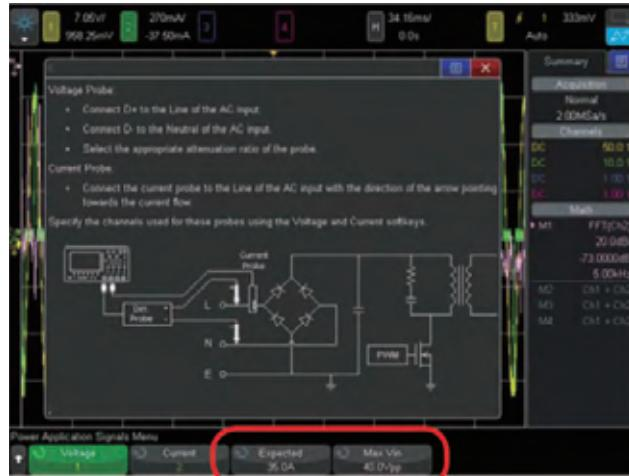

图13: 设置“预期”浪涌电流和峰值线路电压，以进行单次浪涌电流测量。
4. 按下**Signals**功能键，然后使用N2790A电压探头连接示波器通道1输入以及线路(红色引线)与零线(黑色引线)，如图13所示的连接图。如果使用Agilent SMPS培训套件，则将探头连接至演示板上的TP2(红色引线)和TP1(黑色引线)。